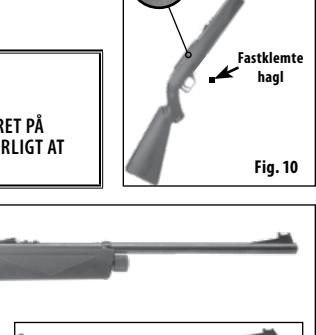

Fig. 10
3. Tryk nedad og fremad på lobets låsetappe (Fig. 10)
6. Før en stang (ikke inkluderet) ind i lobet og skub det fastsiddende hagl ind i og ud af geværets magasinområde. Forsøg ikke at genbruge hagl, der har sidtet fast (Fig. 10).